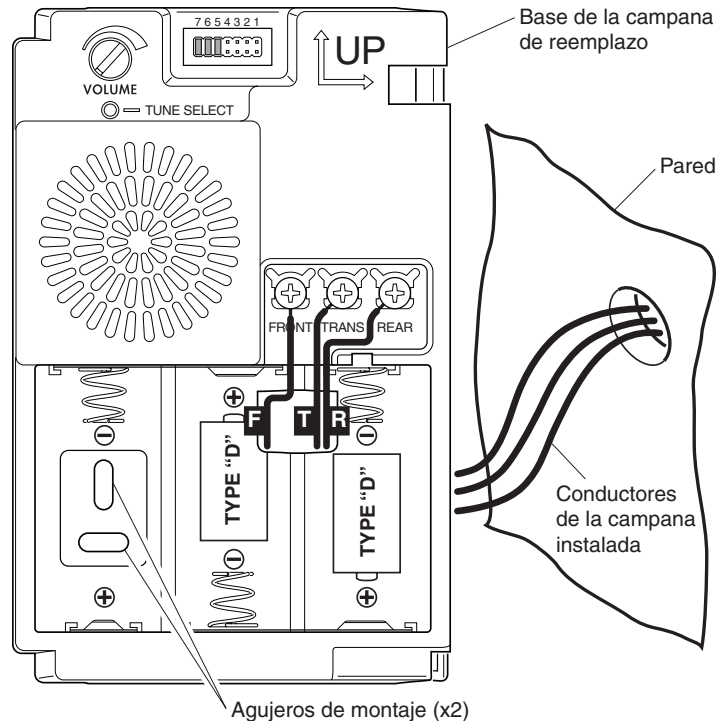

Figura 4
7. Pase los conductores por el orificio de entrada de cables de la base nueva de la campana (vea la Figura 4). **Nota:** NO instale las baterías si conecta la campanilla a los alambres del transformador.
9. Conecte el conductor “F” al terminal de tornillo marcado “FRONT”. Conecte el conductor “T” al terminal de tornillo marcado “TRANS”. Conecte el conductor “R” al terminal de tornillo marcado “REAR”* (vea la Figura 4).